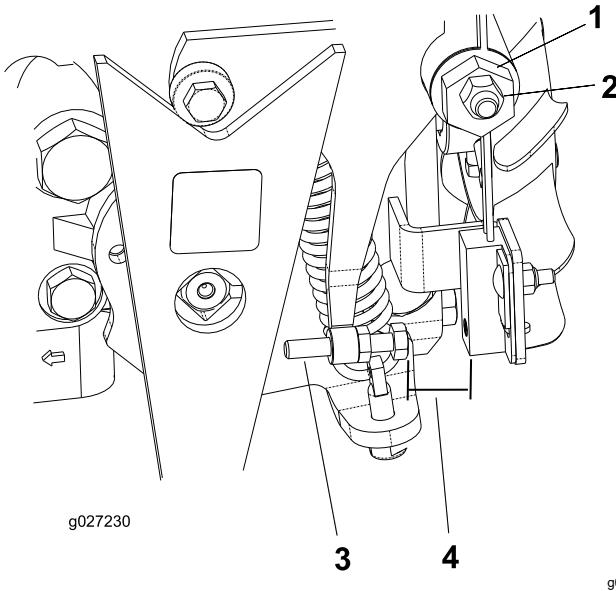

図 35
4. トランクション調整カムのロックナットをゆるめる(図 35)。
- エンジンを始動し、カム図35を左右に回してニュートラル位置の中心に合わせる。
- ねじを回して、すき間を 0.8-2.3 mm に調整する図35。